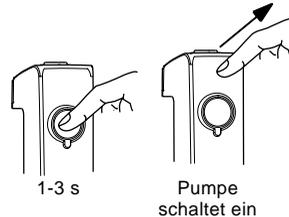

Abb. 10 Manuelles Einschalten per Fingerdruck
- Das obere Sensorelement für 1 bis 3 Sekunden mit dem Finger berühren. Die Pumpe schaltet nur ein, wenn der Finger innerhalb der angegebenen Zeit wieder vom Sensorelement genommen wird. Siehe Abb. 10.